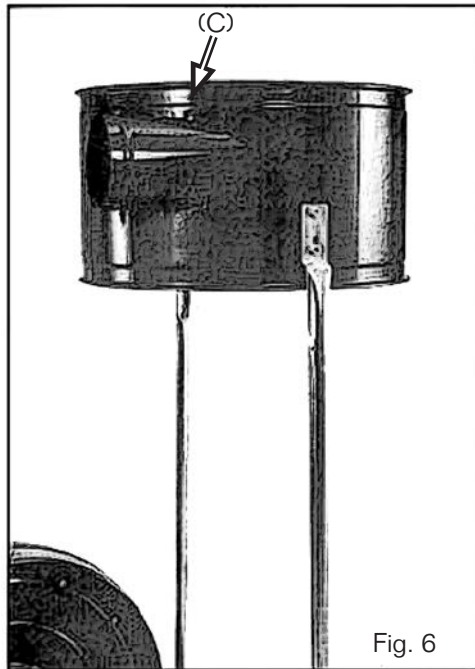

Fig. 6
5. Una el colector (C) a los dos soportes de colector verificando que el orificio lateral quede hacia el cuerpo del colector como se muestra en la Fig. 6